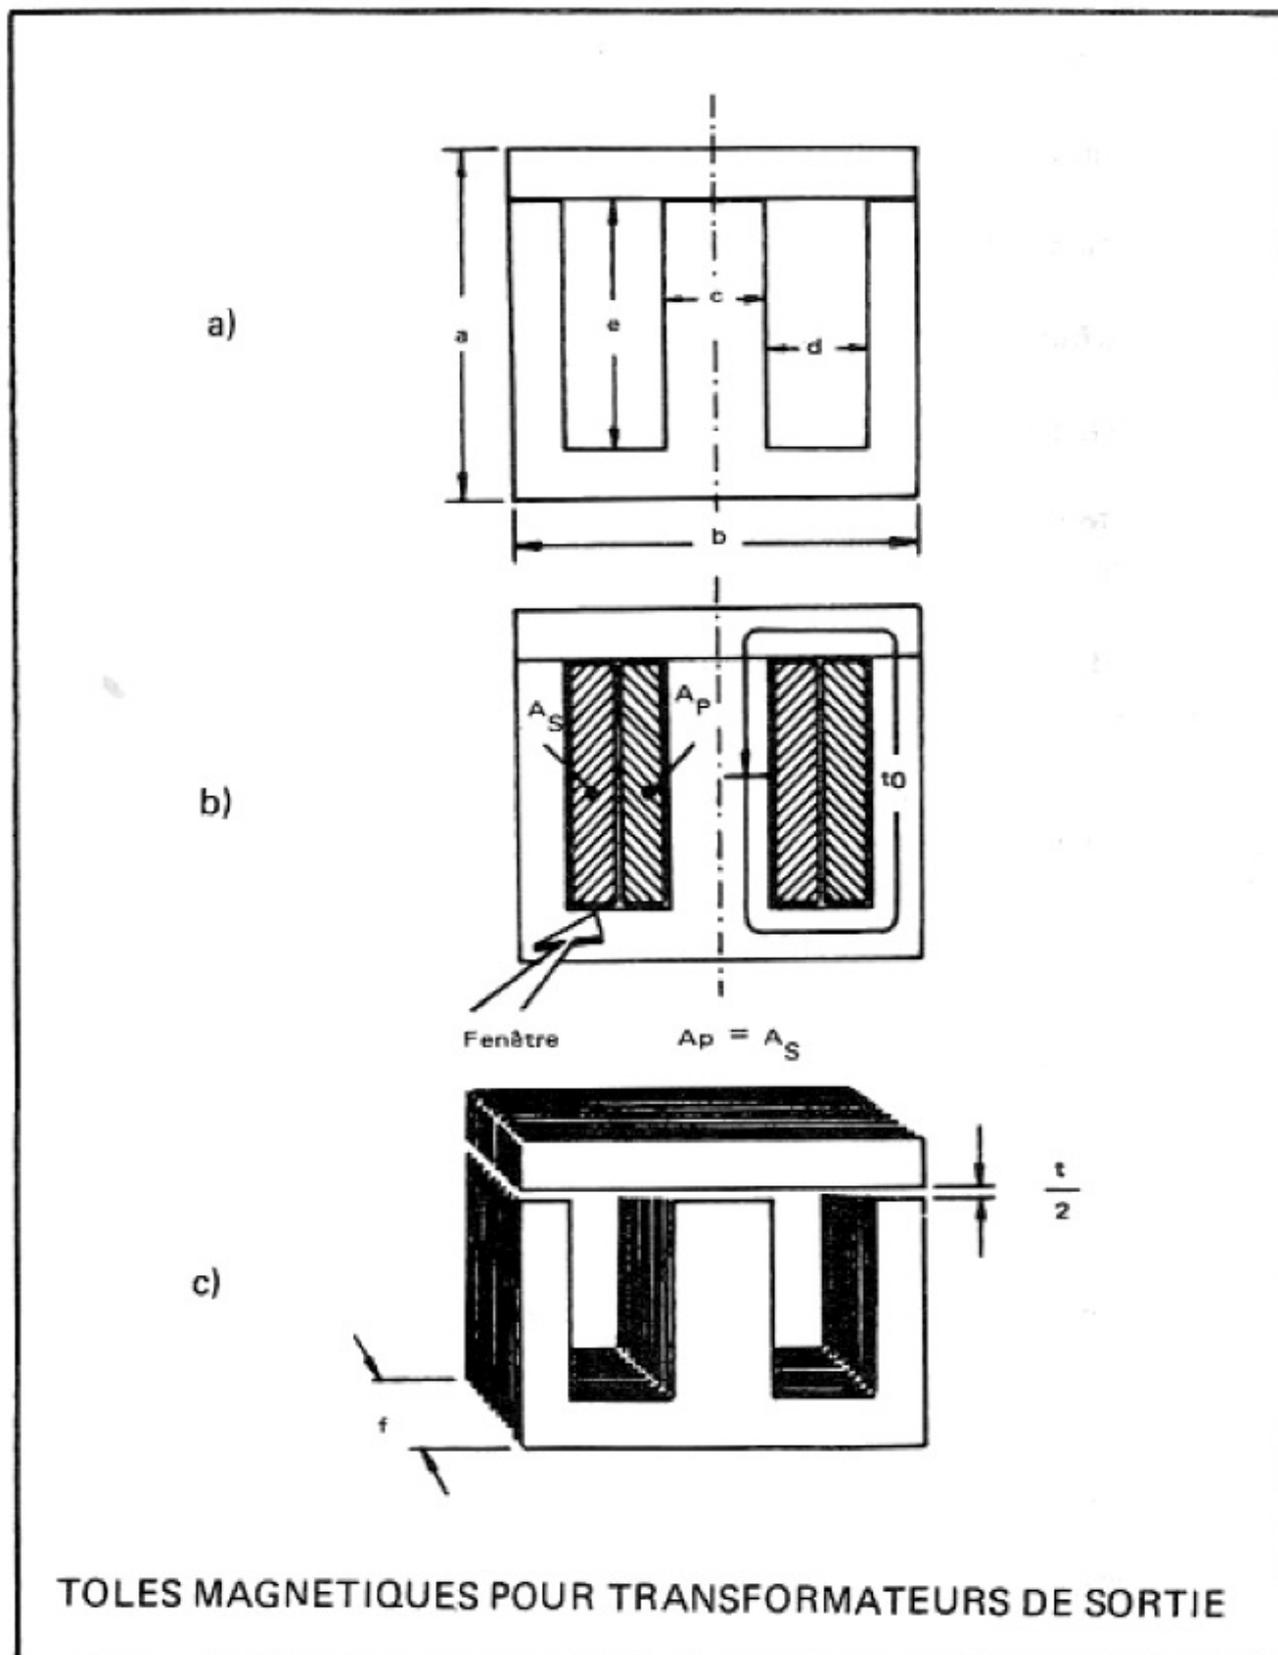

Figure 3
- Dimensions des tôles du transformateur indiquées figure 3 par les lettres a,b,c,d,e.
Les dimensions (section et diamètre) des fils émaillés correspondant à des sections déterminées du fil nu, sont rassemblées figure 3 (Formulaire 4).
La surface de la fenêtre est égale au produit des dimensions d et e (figure 3-a).
Le nombre de spires à l'enroulement primaire est égal au produit de la surface $S'p$ par l'indice d'encombrement (figure 3 - Formulaire 4) du fil émaillé choisi.
La dimension $\frac{t}{2}$ (figure 3-c) correspond à l'entrefer aménagé dans une seule branche du circuit magnétique. Il faut également tenir compte de l'entrefer de la branche centrale de dimension $\frac{t}{2}$. L'entrefer total est donc égal à $\left(\frac{t}{2}\right) 2 = t$.
Pour la détermination de l'épaisseur f (figure 3-c), il est nécessaire de connaître la perméabilité accroissante du matériau ferromagnétique utilisé.
Calcul de l'épaisseur f (figure 3-c) du circuit magnétique, connaissant l'inductance du primaire sans courant l_p , la perméabilité absolue du vide, la perméabilité croissante des tôles du transformateur, les dimensions $abde$ (figure 3-a), le nombre de spires de l'enroulement primaire et la longueur moyenne des lignes d'induction.